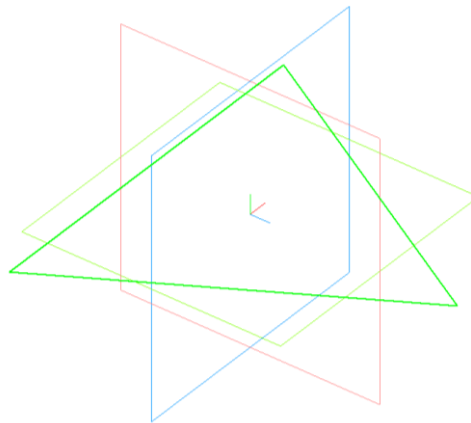

Рис. 13.1.
1.10. Завершите создание эскиза. Итак, мы получили заготовку треугольной призмы – ее основание (рис. 13.1).